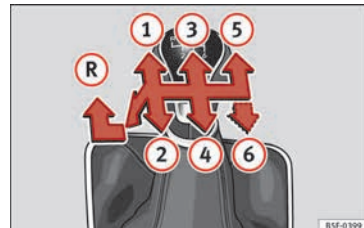

Abb. 42 Schaltschema bei einem 5-Gang bzw. 6-Gang Schaltgetriebe
Auf dem Schalthebel sind die Positionen der einzelnen Fahrgänge dargestellt » **Abb. 42**.
- Schalthebel auf Leerlauf stellen und nach unten drücken, ganz nach links und dann nach vorne schieben um den Rückwärtsgang » **Abb. 42**  einzulegen.